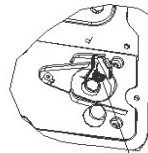

Figur 1
2. Vip hele enheden omkring 30° og før det hen til det sted, hvor bundproppen sidder, omkring 60 mm væk fra bordet. Åbn bundproppen og lad overskydende vand løbe ud (se figur 1).